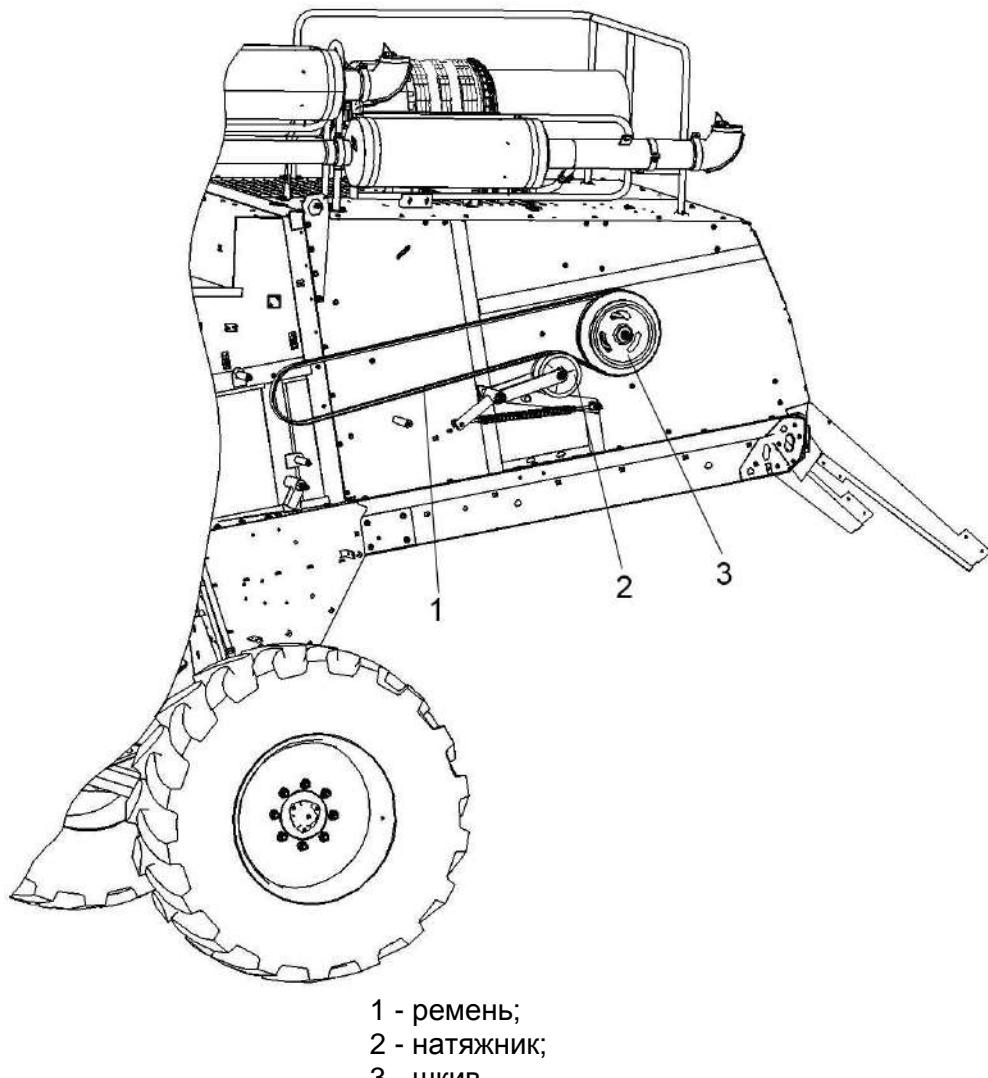

Рисунок 2.11 - Регулировка оборотов роторов соломосепаратора
- отведите натяжник 2 (рисунок 2.11);